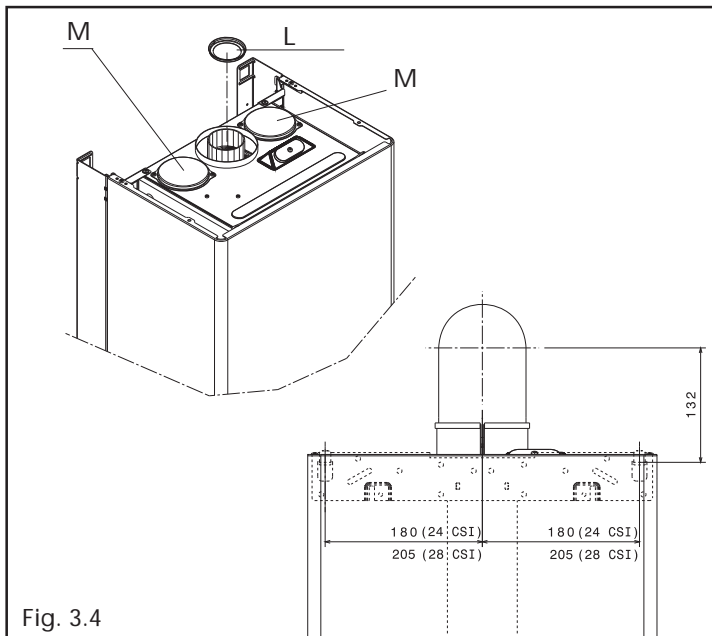

Fig. 3.4
La caldaia viene fornita predisposta per essere collegata a condotti di scarico/aspirazione coassiali e con l'apertura per l'aspirazione aria (M) chiusa (fig. 3.4).